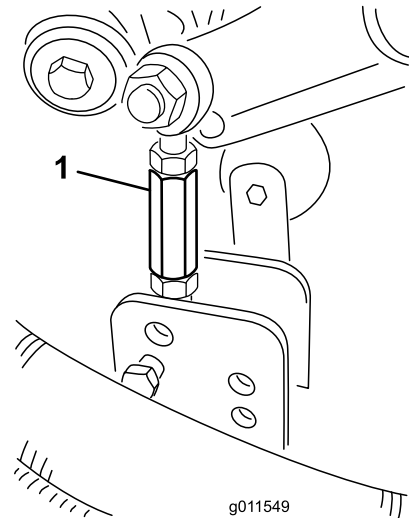

Figura 25
- Retire os contrapinos tipo grampo e os pinos de segurança que fixam os elementos de ligação do amortecedor aos suportes da plataforma do cortador (Figura 25).